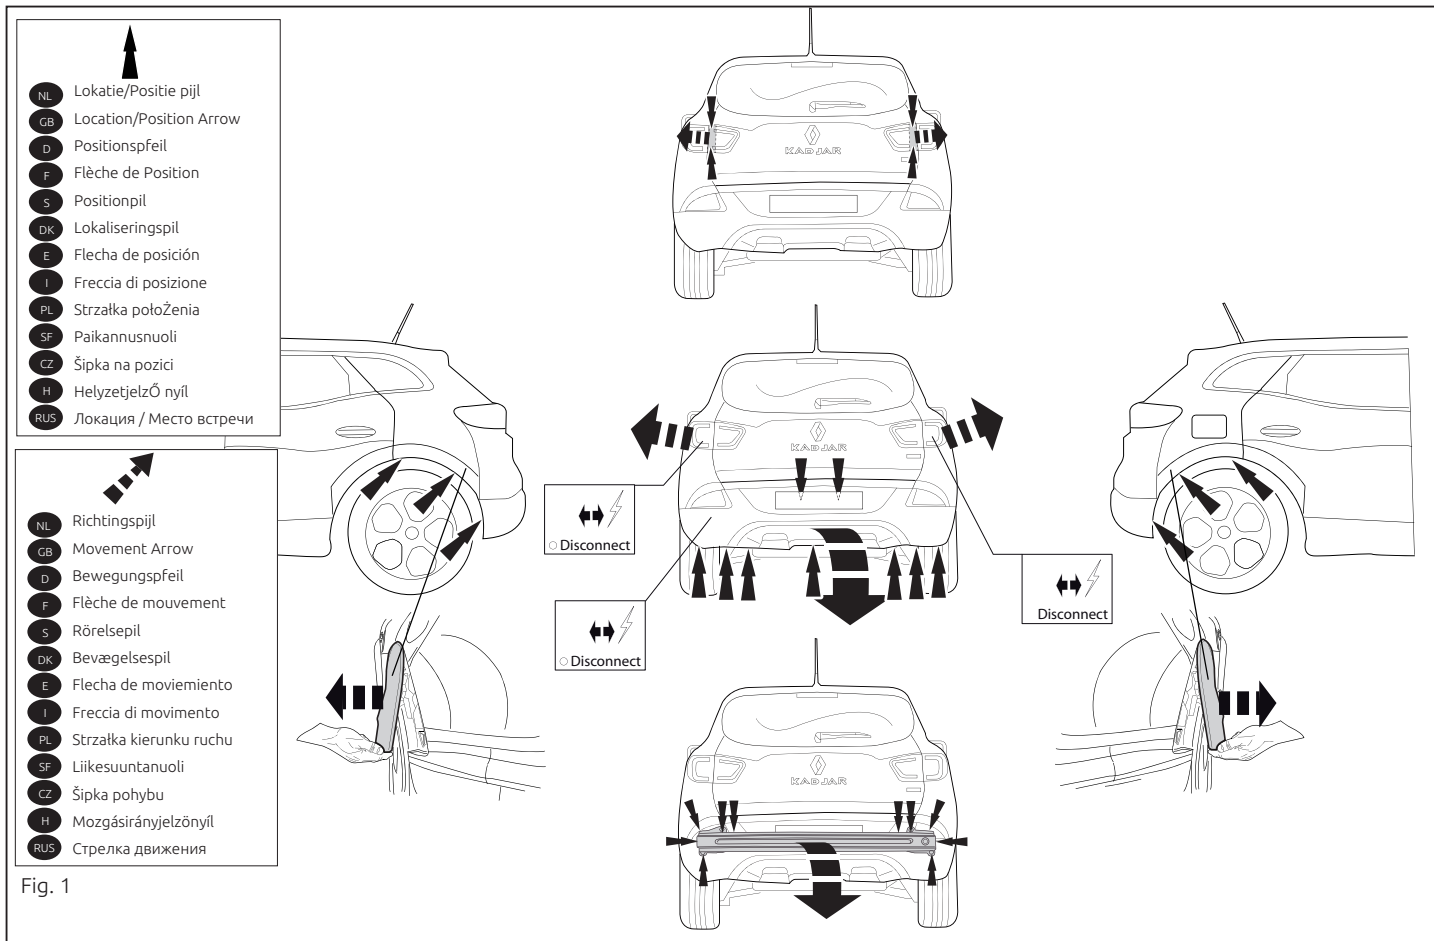

Fig. 1
1. Снять оба блока задних фар. Снять бампер вместе со стальным буферным брусом автомобиля. . См. рисунок 1.